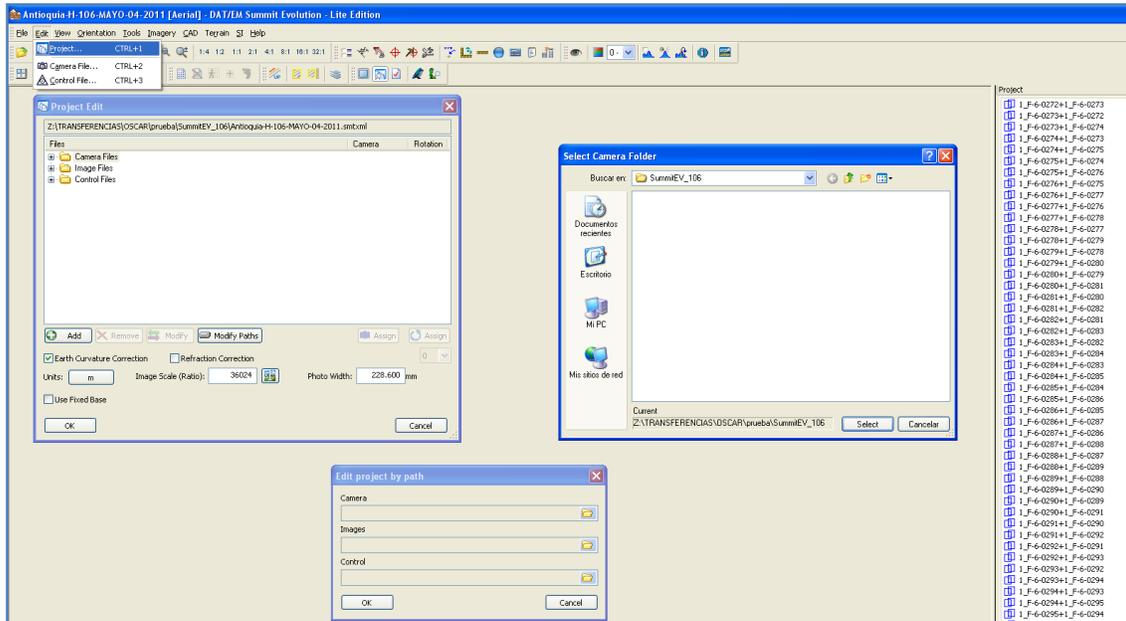

Figura 36. Ventana de direccionamiento de archivos de aerotriangulación e imágenes.
4. Cargue desde el disco local el Proyecto de Summit, ejecutando el archivo tipo *Summit Evolution Project File*. Se abrirá la ventana del proyecto con las imágenes, archivos de cámara y control direccionados a su ubicación original; por lo tanto hay que redireccionarlos nuevamente.(Ver Figura 36).